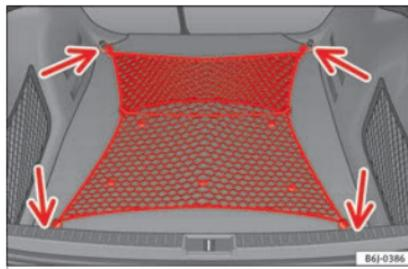

Fig. 119 Red para equipaje extendida.
- Fije la red para equipaje a las cuatro argollas »» fig. 119 (flechas).